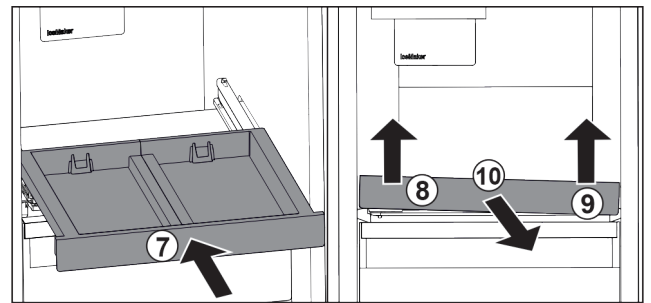

Fig. 140
- Auszugsbord einschieben. Fig. 140 (7)
- Auszugsbord vorne links anheben. Fig. 140 (8)
- Auszugsbord vorne rechts anheben. Fig. 140 (9)
- Auszugsbord nach vorne entnehmen. Fig. 140 (10)